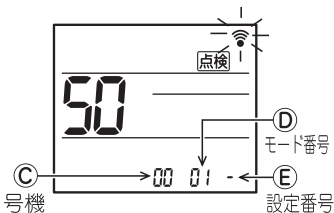

図2
- 下** ボタン⑥を押して号機(C)を設定対象ユニットに合わせる。(図2)
- 下** ボタン⑥を押してモード番号(D)を合わせる。(図2)
- 下** ボタン⑥を押して設定番号(E)を選択する。(図2)